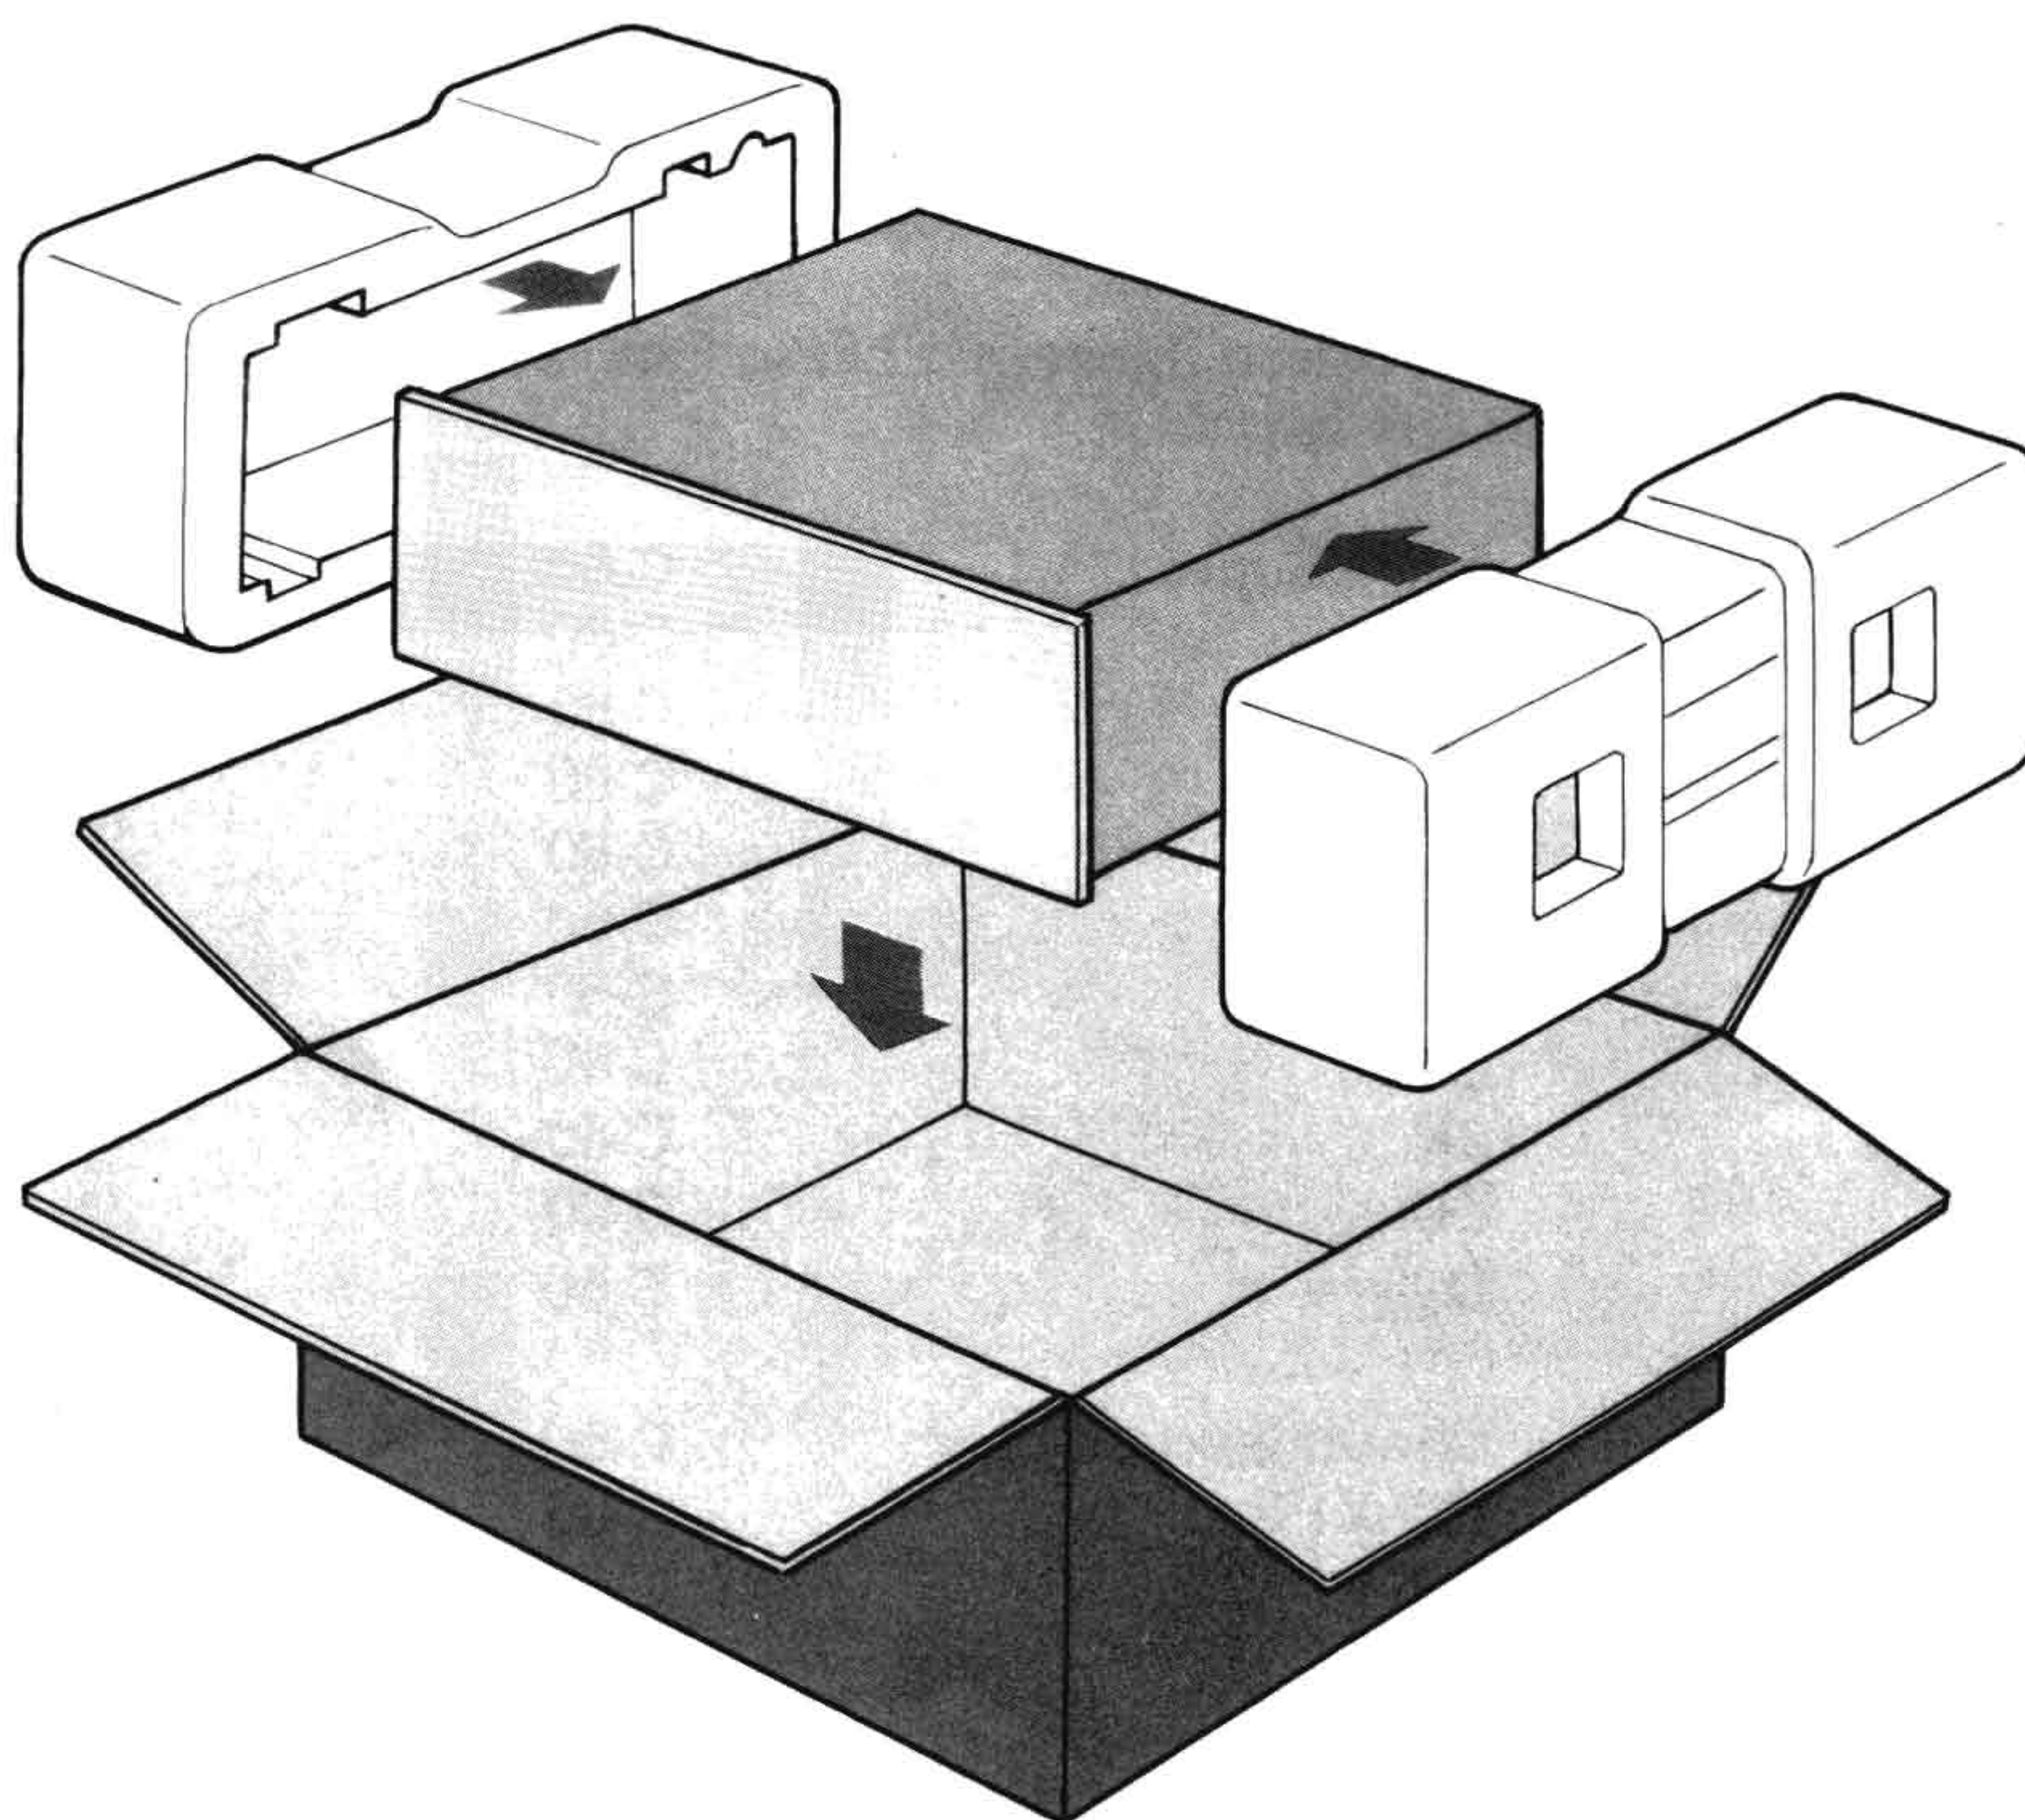

Abbildung 6. Packungsanleitung
- b. Verpacken Sie das Gerät gemäß Abb. 6 sorgfältig in die Originalverpackung.